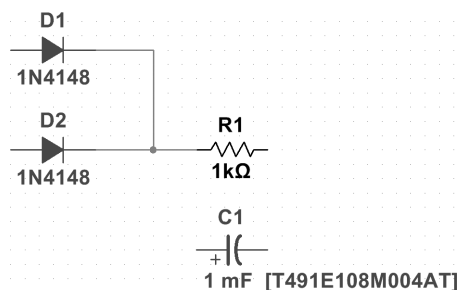
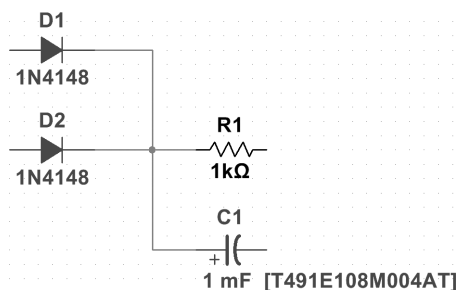

图 4-42 绘制丁字交叉
图 4-43 绘制十字交叉
- ① 在交叉处放置一个节点，在绘制与该节点相交的 4 条导线形成十字交叉线；
- ② 先绘制一根导线，再绘制一根导线形成丁字交叉，相交处自动添加节点，如图 4-42 所示，最后在交点处绘制第 4 根导线，形成十字交叉，如图 4-43 所示。